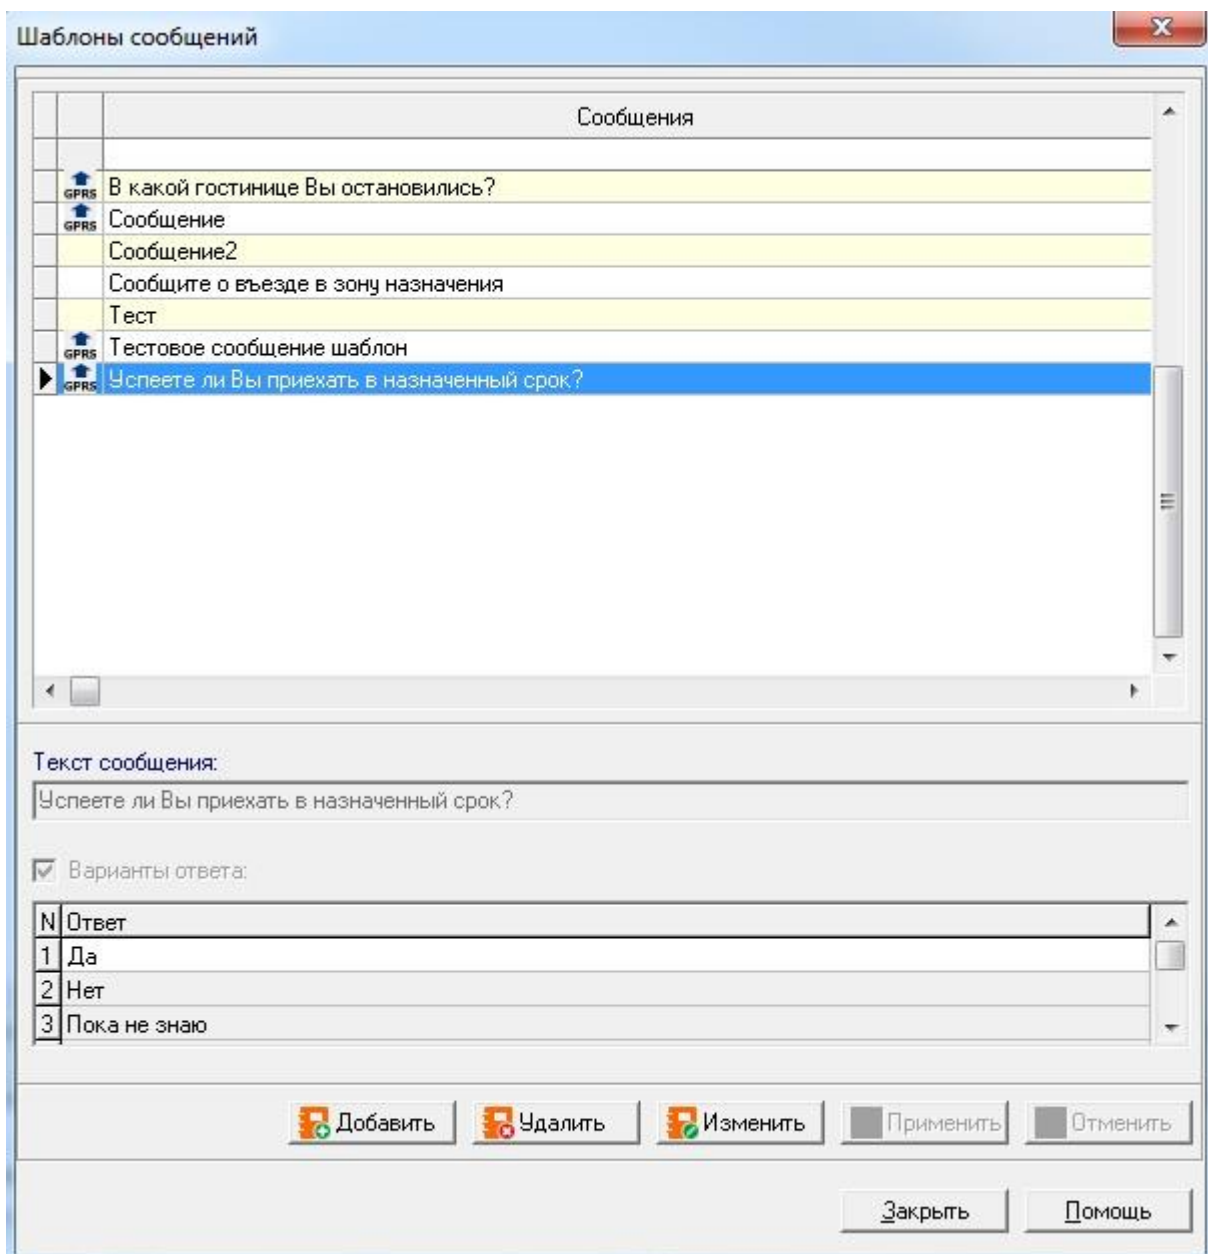

Рисунок 16 – Форма редактора справочника шаблонов сообщений
- 1 вызвать пункт меню «Справочники» ⇒ «Шаблоны сообщений». Программа предоставляет форму редактора справочника шаблонов сообщений (см. Рисунок 16).